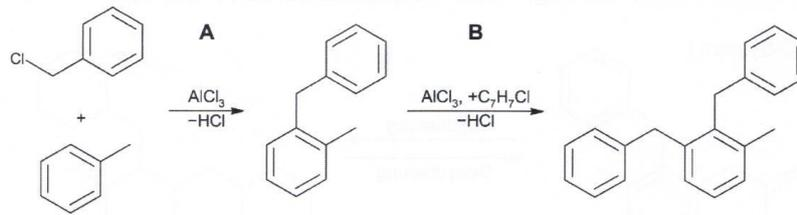

Abb. 3: Reaktionsschema der zweistufigen Synthese von Dibenzyltoluol aus Toluol und Benzylchlorid.
3.2 Dibenzyltoluol lässt sich in einer zweistufigen elektrophilen aromatischen Substitution aus Toluol und Benzyl Chlorid (C7H7Cl) herstellen. Dabei bildet sich bei Schritt A Benzyl Toluol (Abb. 3).
Formulieren Sie den Reaktionsmechanismus für Schritt A der Synthese von Dibenzyltoluol (Abb. 3). Als Elektrophil reagiert hier das Benzylchlorid-Molekül.